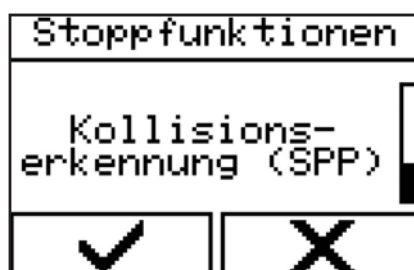

Abbildung 109 - Menü auswählen
1. Menü über „Steuerung“ → „Stoppfunktionen“ → „Kollisionserkennung (SPP)“ (Abbildung 109) auswählen.